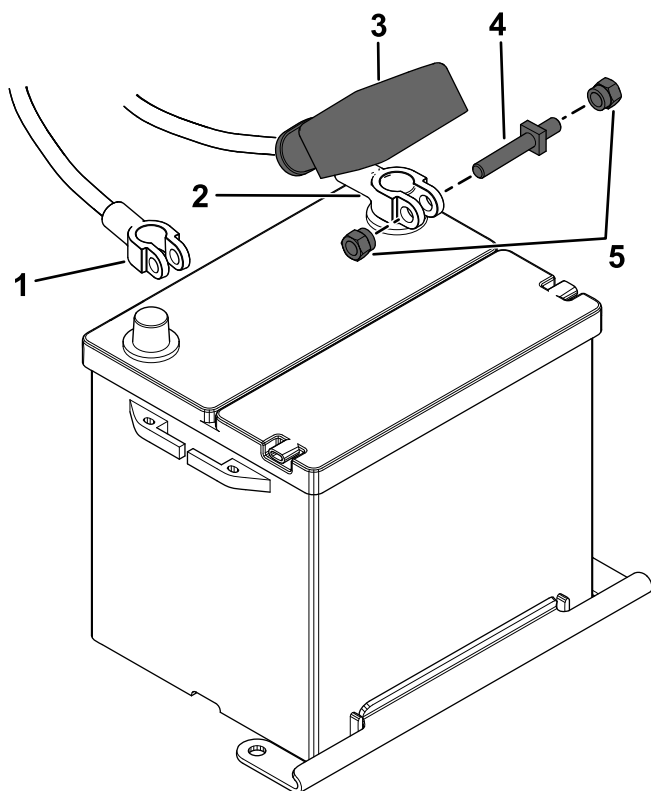

Figure 112
1. Débranchez les câbles de la batterie (Figure 112).
2. Rebranchez les câbles de la batterie (Figure 112).